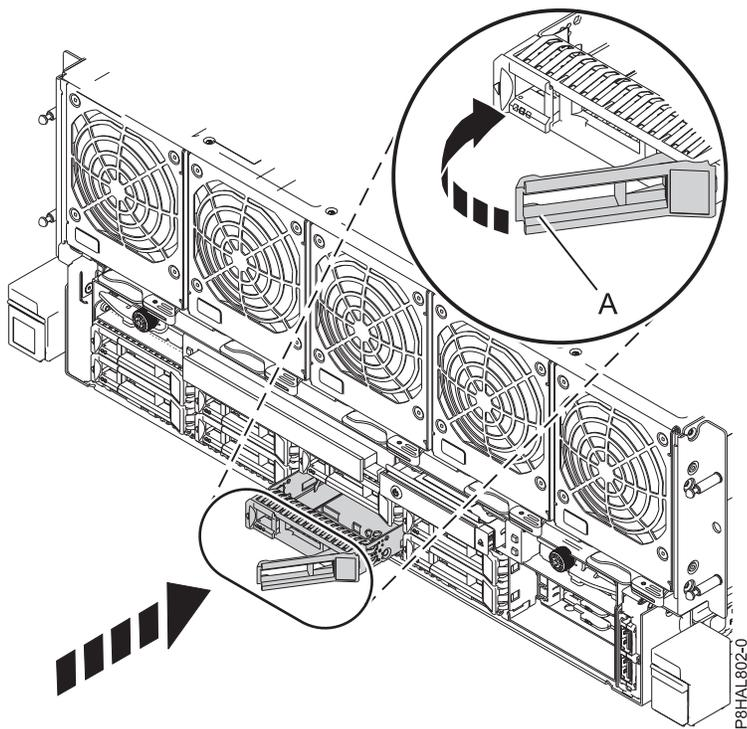

Figura 19. Substituir uma unidade de disco num sistema de 8408-44E ou 8408-E8E
3. Desbloqueie a pega do compartimento de unidade (A) apertando-a e puxando-a para fora. Se a pega não estiver completamente fora, a unidade não deslizará para dentro do sistema.
5. Faça deslizar a unidade completamente para dentro do sistema e empurre a pega do compartimento de unidade (A) até bloquear, como é apresentado na Figura 19.